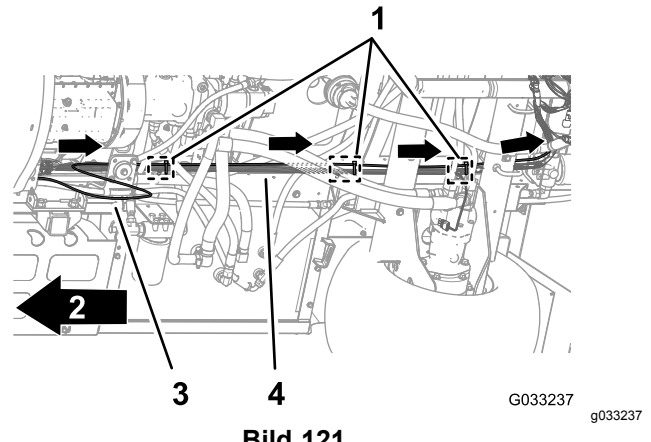

Bild 121
1. Verlegen Sie den Druckmessschlauch für das Messgerät am Armaturenbrett entlang des hinteren Maschinenkabelbaums (Bild 121).
2. Befestigen Sie den Druckmessschlauch mit drei Kabelbindern neben den drei Tannenbaumankern an den Chassisankerpunkten für den hinteren Kabelbaum am hinteren Kabelbaum (Bild 121).